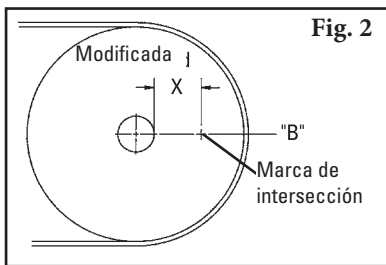

Fig. 2
- 3a. **Marque la medida X.** Reste la medida anterior (Paso 2a) de la medida X seleccionada para establecer la medida X modificada. Con esta nueva medida X mida horizontalmente desde la parte delantera del eje de la polea hacia la línea B y marque en el chute (Fig. 2).
- 2c. Mida desde la dimensión Y determinada más 2-3/4" (70 mm) y haga una marca (Fig. 2).** Esta marca indica la ubicación superior del material de soporte que se agregará para la instalación de los soportes de montaje del limpiador.
2. **Reensamble el ensamble del resorte.** Deslice el resorte, arandela y bujes en el brazo del pivote y gire las dos tuercas de ajuste de manera que aproximadamente 1" (6mm) del brazo del pivote quede expuesta sobre las tuercas (Fig. 2).